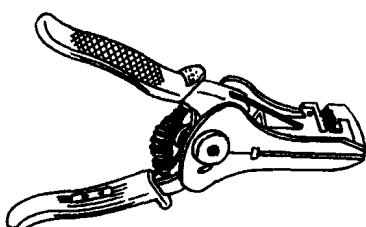
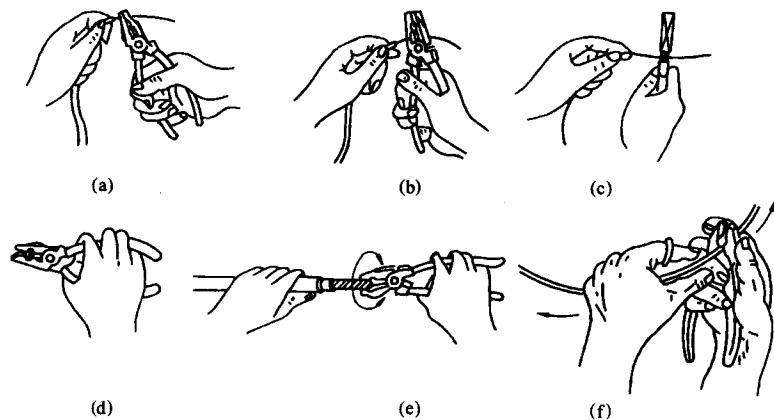

图 1-4 剥线钳
图 1-5 钢丝钳各种功能示意
(1) 电工在剥离照明塑料导线的绝缘层时，一般可用剥线钳(如图 1-4 所示)剥离，当大于 4mm² 塑料线时，就得采用钢丝钳，其操作方法如下：根据需要长度，用钳头刀口切削绝缘层时，用力不可过猛，以免伤及芯线，右手握住钳头用力向外勒去绝缘层，同时左手握紧导线反向用力配合动作。钢丝钳各种功能示意如图 1-5